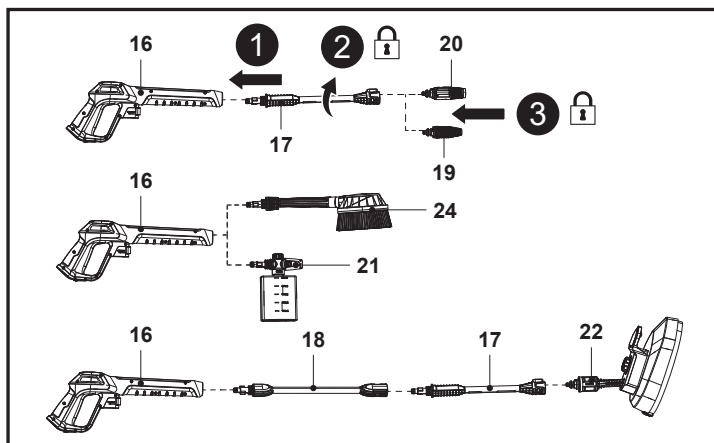

Fig. 5
1. Aligner et insérer la lance télescopique (17) dans l'extrémité du pistolet de pulvérisation (16) (Fig. 5, étape 1).
2. Enfoncer et tourner manuellement la lance télescopique (17) dans le sens horaire sur le pistolet de pulvérisation (16) jusqu'à ce qu'elle soit bien serrée pour la verrouiller (Fig. 5, étape 2).
3. Aligner les deux robinets de buse sur les fentes de la lance télescopique (17), puis insérer la buse turbo (19) ou la buse variable (20) jusqu'au bout (Fig. 5, étape 3).
4. Aligner les deux robinets de la buse pour flacon de détergent (21) ou de la brosse rotative (24) sur le pistolet de pulvérisation (16), puis pousser et tourner manuellement la buse pour flacon de détergent (21) ou la brosse rotative (24) dans le sens horaire sur le pistolet de pulvérisation (16) jusqu'à ce qu'elle se verrouille.
5. La brosse de nettoyage pour terrasse (22) peut être assemblée sur la lance télescopique (17), puis la combinaison peut être assemblée directement sur le pistolet de pulvérisation (16) ou via la perche télescopique (18).